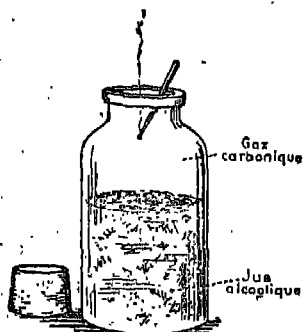

Fig. 3. — Fermentation alcoolique du jus de raisin.
**Expérience.** — Dans un flacon bouché, abandonnons du jus de raisins ou de pommes écrasées. Au bout de quelques jours, ce jus bouillonne. Les débris solides montent à la surface. Au-dessus du liquide, un gaz d'odeur piquante éteint une allumette enflammée : c'est du gaz carbonique (fig. 3). Le jus du flacon a perdu son goût sucré ; il sent l'alcool. Le glucose qu'il contenait a subi la fermentation alcoolique, comme dans l'expérience précédente.